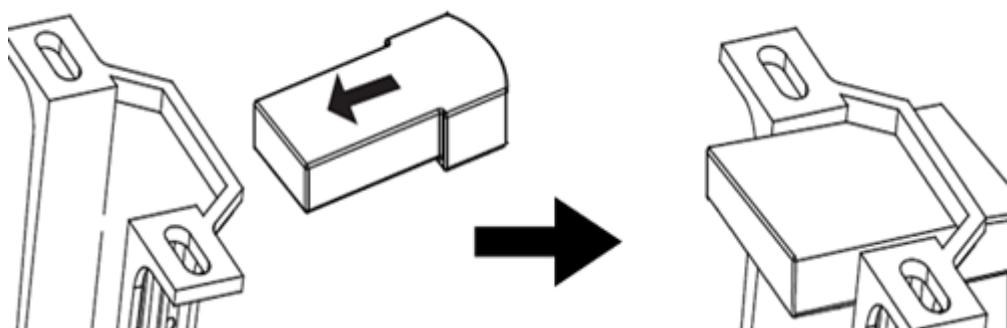

Fig. 7
- 리시버를 행거 볼 상단의 마운팅 브라켓 내 남은 공간에 신중히 놓으십시오. 배선이 손상되거나 풀리지 않도록 각별히 주의하시기 바랍니다. (Fig. 7)